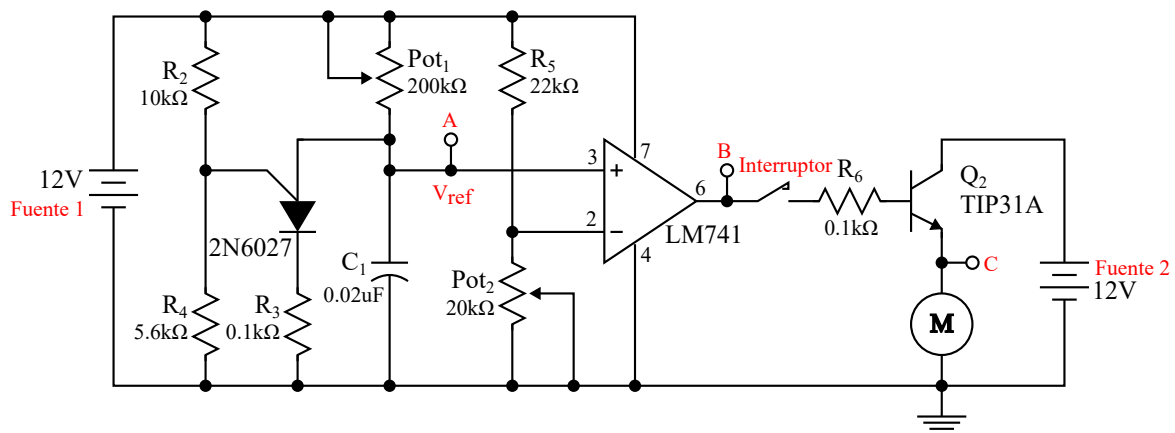

Fig. 6.2: Troceador
2. Arma el circuito de la Fig. 6.2, sin cerrar el interruptor. Los indicadores A, B, C, y V_{ref} son los puntos donde se tomarán mediciones.